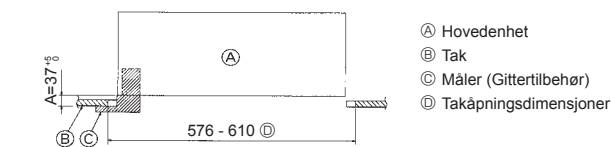

Fig. 2-6
3. Når hovedenheten ikke kan rettes inn mot monteringshullet i taket, kan den justeres med et spor på festeplaten. (Fig. 2-6)